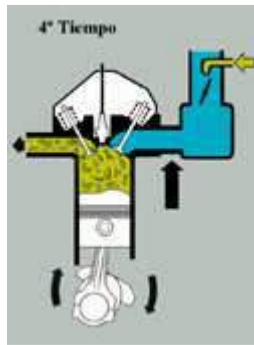

Fig. 4
**Cuarto tiempo: escape (fig. 4)**